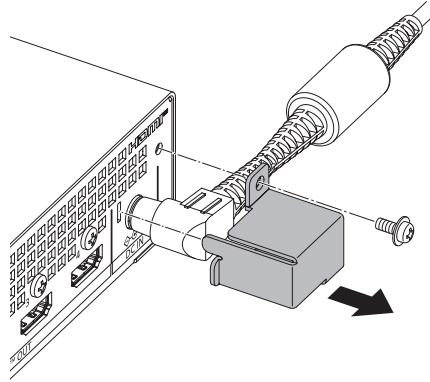

Fig. 1
- 1) **Retire o adaptador CA que segura o suporte (Fig. 1).**